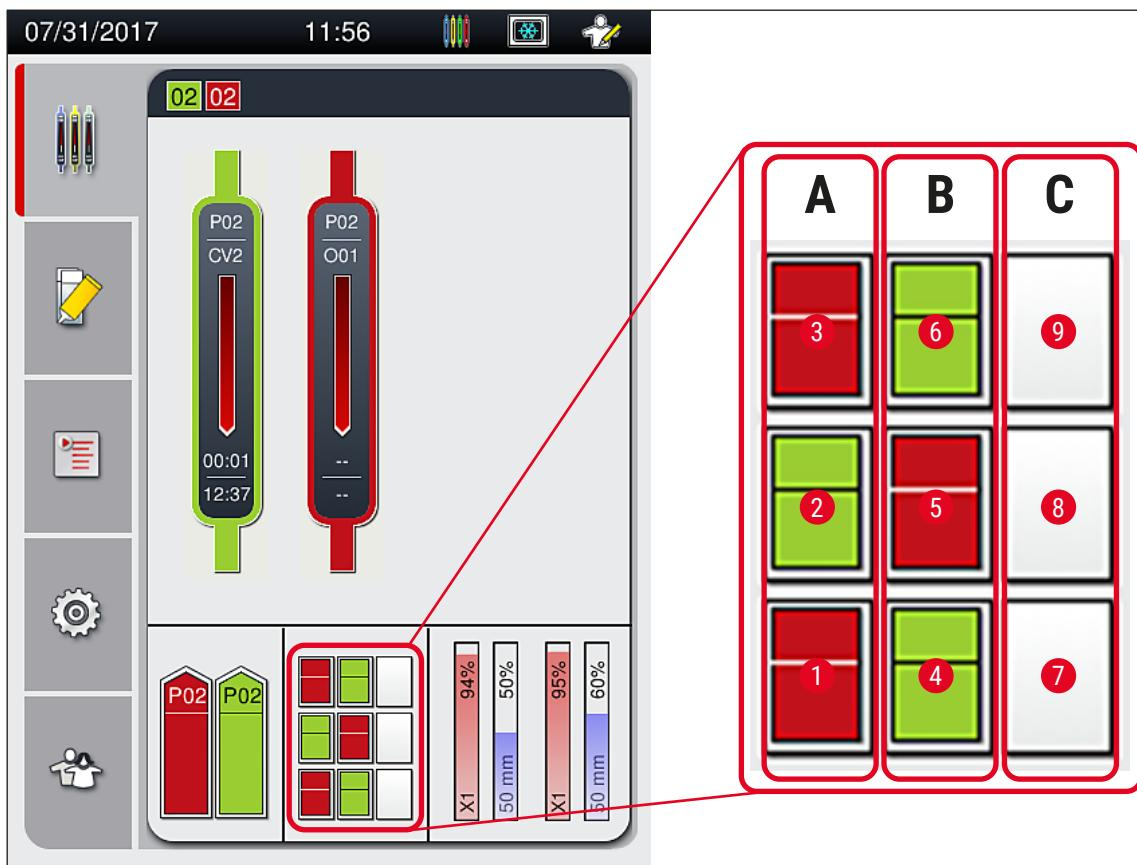

Fig. 75
- Utmatingsskuffen kan holde opp til 9 stativer. Stativene plasseres i utmatingsskuffen i sekvensen vist fra A1 til C9 (→ Fig. 75).